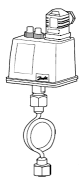

Рис.4.2.
4.4.2. Необходимо предпринимать меры по демпфированию сильных пульсаций. Как правило, достаточно применение демпфирующей трубки либо водонаполненной петли (рис.4.2). Водонаполненная петля также позволяет защитить реле давления от повреждения в том случае, если температура рабочей среды может превышать предельно допустимые 120 °С. При применении реле для систем автоматике и безопасности паровых котлов также необходимо применение водонаполненной петли.